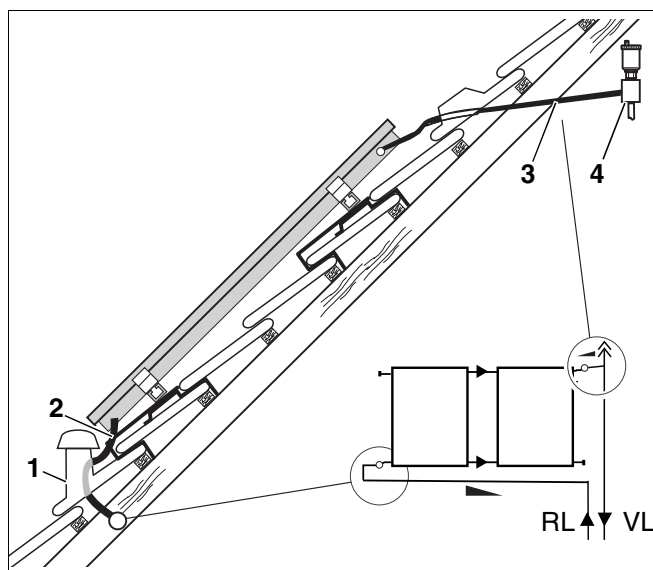

Fig. 44 Posição do dispositivo de purga
- ▶ Ligue o dispositivo de purga (Fig. 44, **Item 4**) no ponto mais elevado da instalação, junto à tubagem de impulsão (Fig. 44, **Item 3**), por meio do terminal de mangueira fornecido.